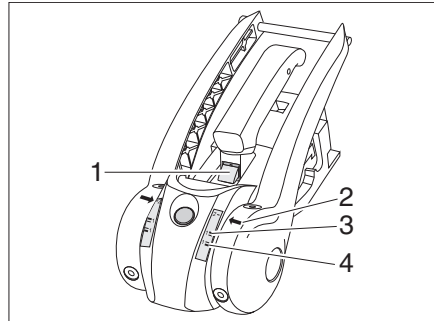

Bild 160 Verschleißkontrolle Reibbeläge
- Wenn die grüne Markierung sichtbar ist (Bild 160,1), sind die Reibbeläge vorn und hinten noch in Ordnung. Ist die grüne Markierung nicht mehr sichtbar, müssen die Reibbeläge gewechselt werden.
- Ist der Pfeil (Bild 160,2) unterhalb der Softdockmarkierung 1-grün, (Bild 160,4) sind die Reibbeläge rechts und links in Ordnung. Ist der Pfeil (Bild 160,2) oberhalb der Softdockmarkierung 1-rot (Bild 160,3), müssen die Reibbeläge gewechselt werden.
- Wenn die grüne Markierung sichtbar ist (Bild 160,1), ist die Kupplungskugel in Ordnung. Ist die grüne Markierung nicht mehr sichtbar, ist der Durchmesser der Kupplungskugel < 49mm und die Kupplungskugel muss gewechselt werden.